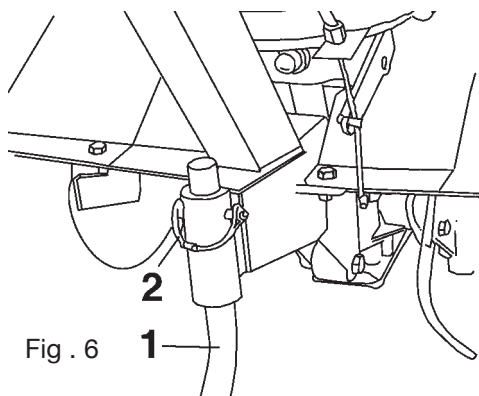

Fig . 6
Montar el espolón (1) utilizando el perno con resorte (fig. 6)